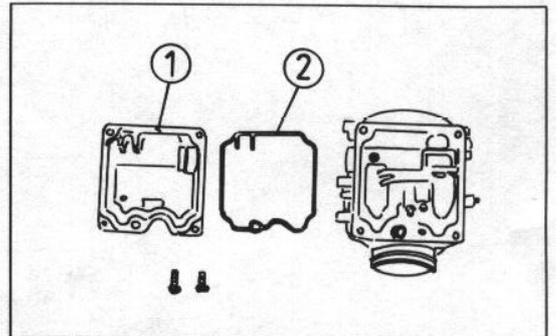

Bild 54 ►
- Den Schwimmerkammerdeckel abschrauben (Bild 54).